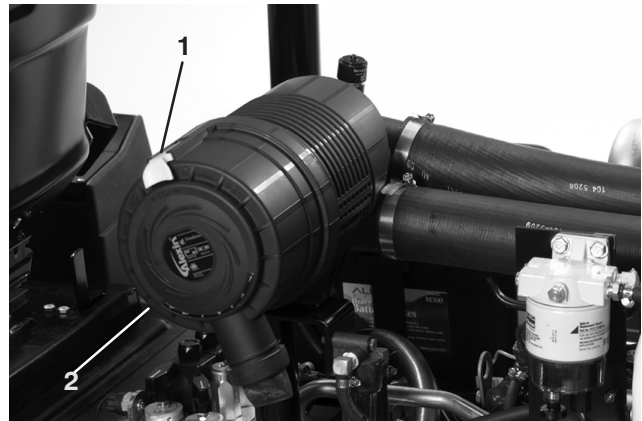

Figure 44
1. Desserrez le verrou de fixation du couvercle sur le corps du filtre à air (Fig. 44). Séparez le couvercle du corps. Nettoyez l'intérieur du couvercle.